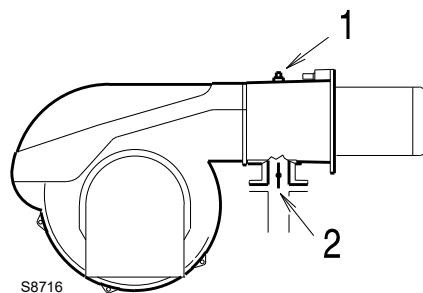

Рис. 24
Давление газа, измеренное на штуцере 1) (Рис. 24), с:
Потеря нагрузки дроссельного газового клапана 2) (Рис. 24) при максимальном открытии: 90°.
- Отнимите от давления газа на штуцере 1) (Рис. 24) давление в камере сгорания.
Давление газа на штуцере 1) (Рис. 24) = 16 мбар
Чтобы узнать давление газа, необходимое на штуцере 1) (Рис. 24) при работе горелки на заданной максимальной мощности модуляции:
- Посмотрите справа в столбце 1 давление на штуцере 1) (Рис. 24).
необходимое давление на штуцере 1)(Рис. 24).